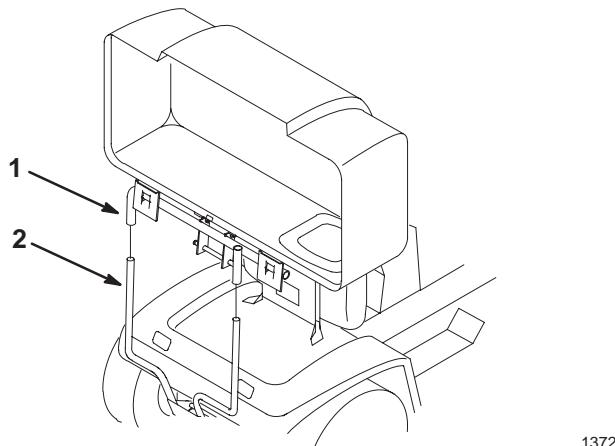

Figure 33
- 3.** Le couvercle étant ouvert, soulevez le haut du dispositif de ramassage avec précaution et dégagerez-le du support de fixation rapide (Fig. 33).